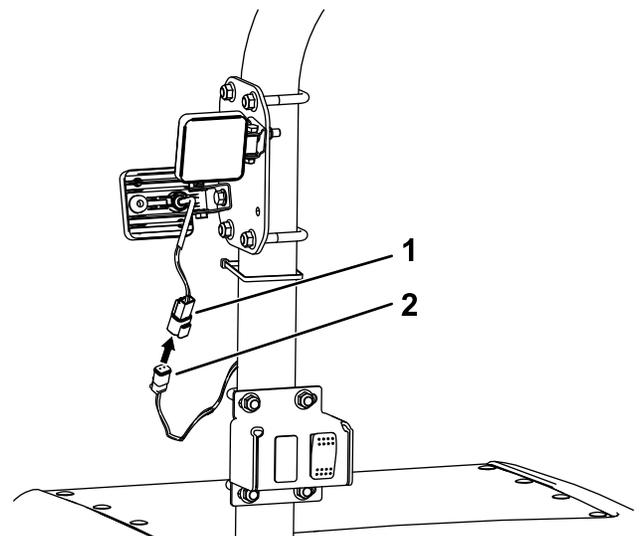

Figure 5
2. Branchez les 4 connecteurs carrés sur les feux de travail et le grand connecteur des feux sur l'interrupteur (Figure 5).